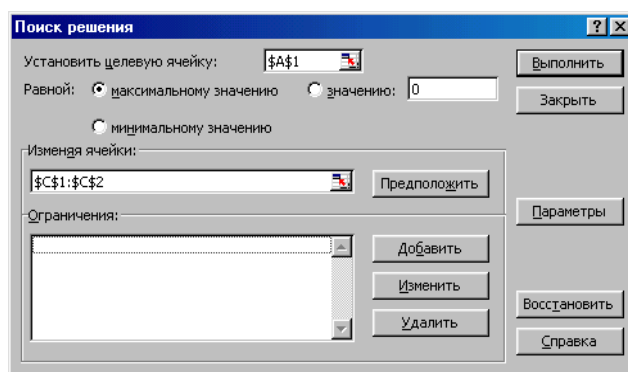

Рисунок 1.2 – Работа в диалоговом окне «Поиск решения»
– В открывшемся окне необходимо установить целевую ячейку, а поскольку у вас курсор стоял на ячейке A1, то значение целевой ячейки будет правильным. В противном случае установите в ручную адрес целевой ячейки (в данном случае программа использует абсолютные адреса т.е. ячейка A1 имеет абсолютный адрес \$A\$1) (рисунок 1.2).
– В окне «Изменяя ячейки» нужно указать адреса ячеек соответствующие переменным. Для этого необходимо выделить диапазон ячейки с C1 по C2 (рисунок 1.2).